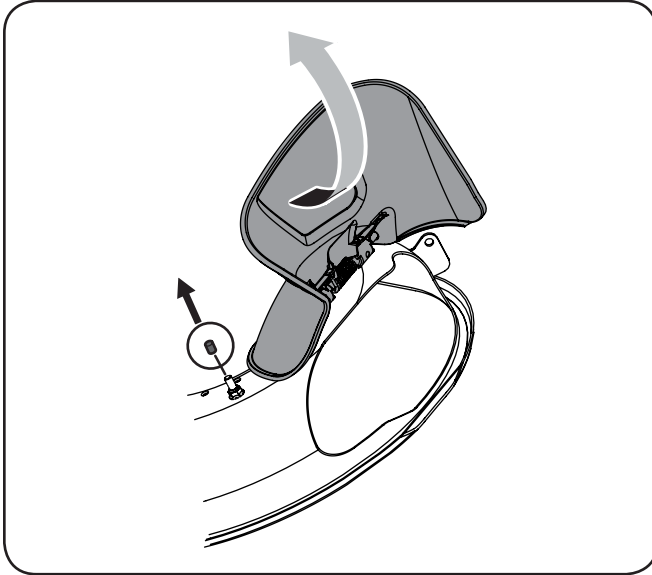

Figure 1-3
1. Relevez le déflecteur d'éjection et retirez le capuchon de la goupille fileté qui se trouve sur la surface du plateau de coupe. Voir Figure 1-3.